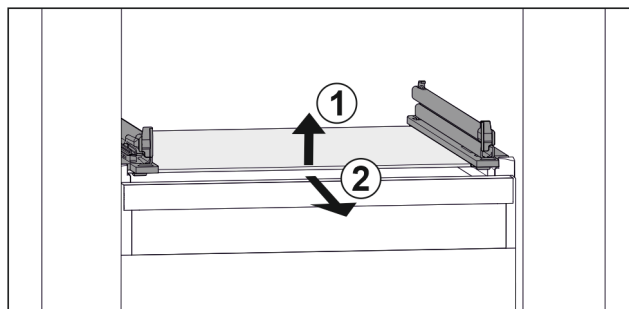

Fig. 37 Příklad znázornění skleněné desky
- ▶ Nadzvedněte skleněnou desku vpředu. Fig. 37 (1)
- ▶ Vyjměte skleněnou desku dopředu. Fig. 37 (2)